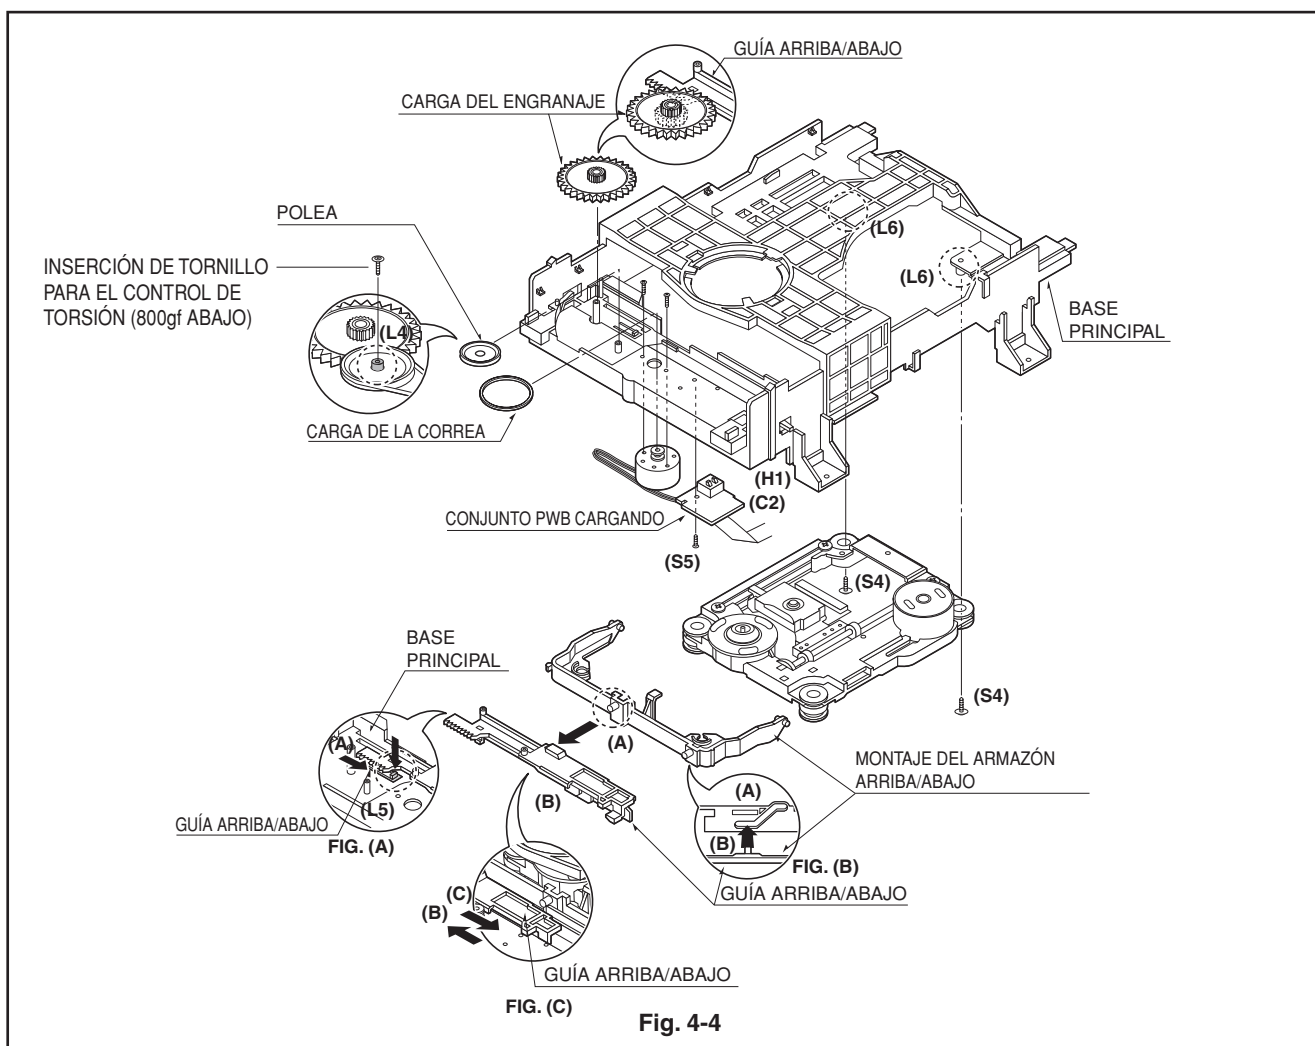

Fig. 4-4
5. CONJUNTO DEL ARMazón ARRIBA/ABAJO (FIG 4-4))
- Al volver a montar, mueva la guía arriba/abajo en la dirección que indica la flecha (C) hasta que quede posicionada como en la Fig.(C).
- Al volver a montar, inserte la porción (A) del conjunto del armazón arriba/abajo en la porción (B) de la guía arriba/abajo como indica la Fig.(B)
6. CARGA DE LA CORREA (FIG 4-4)
7. POLEA (FIG. 4-4)
- 1) Desbloquee la pestaña de bloqueo (L4) en la dirección que indica la flecha (B) y, a continuación, separe la polea de la base principal.
8. CARGA DEL ENGRANAJE (FIG 4-4)
9. GUÍA ARRIBA/ABAJO (FIG. 4-4)
10. CARGA DEL CONJUNTO PWB (FIG. 4-4)
11. BASE PRINCIPAL (FIG. 4-4)